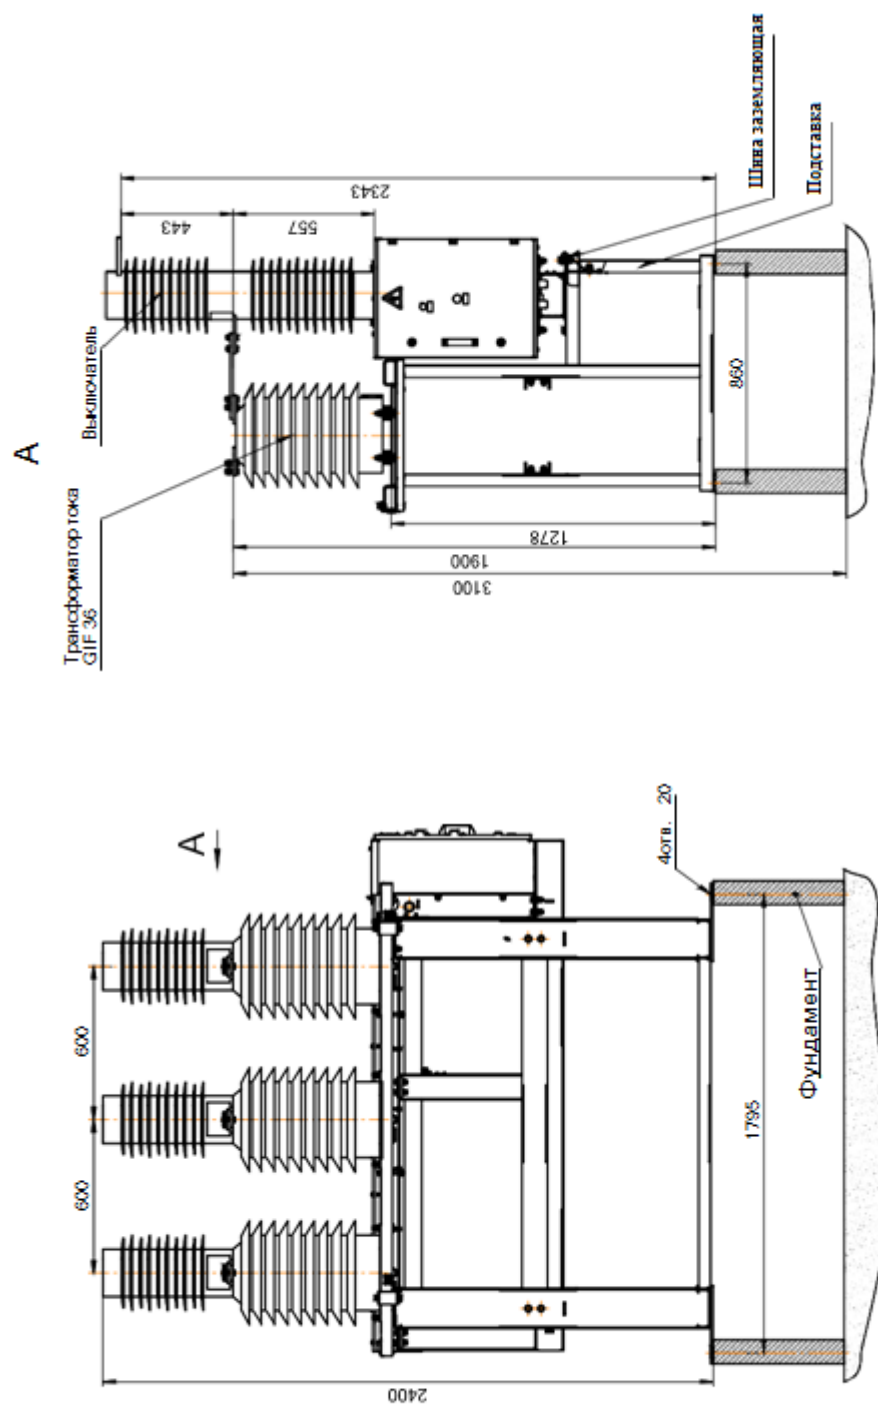

Рис. 8
2. Между рамой выключателя и подставкой подсоединить заземляющие шины. Контактные поверхности перед соединением промыть органическим растворителем. Места установок показаны на рис.8, 8а, 8б, 8в.
Также на рис.8, 8а, 8б, 8в. показаны примеры установки выключателя в комплекте с различными трансформаторами тока. Комплект трансформаторов тока заказывается отдельно. Тип трансформаторов оговаривается при заказе.
Рис.8а